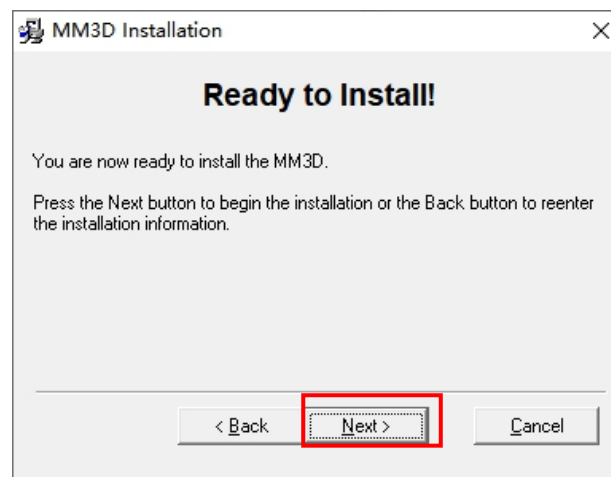

图 3
- (3) 确认是否准备好进行安装，见下图 3。如欲进行安装，请按下一步「Next」，若要更改安装路径，请选择返回「Back」。